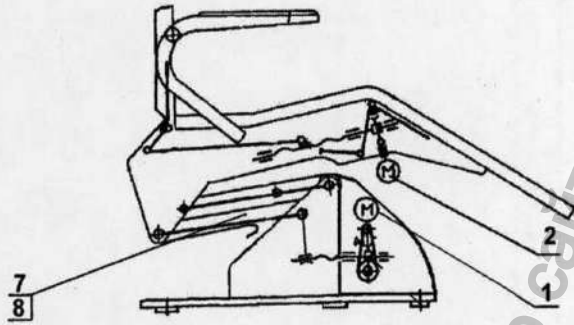

Рис. 2.
2. Рис. 2. Кресло КСЭМ-05-01. Кинематическая схема